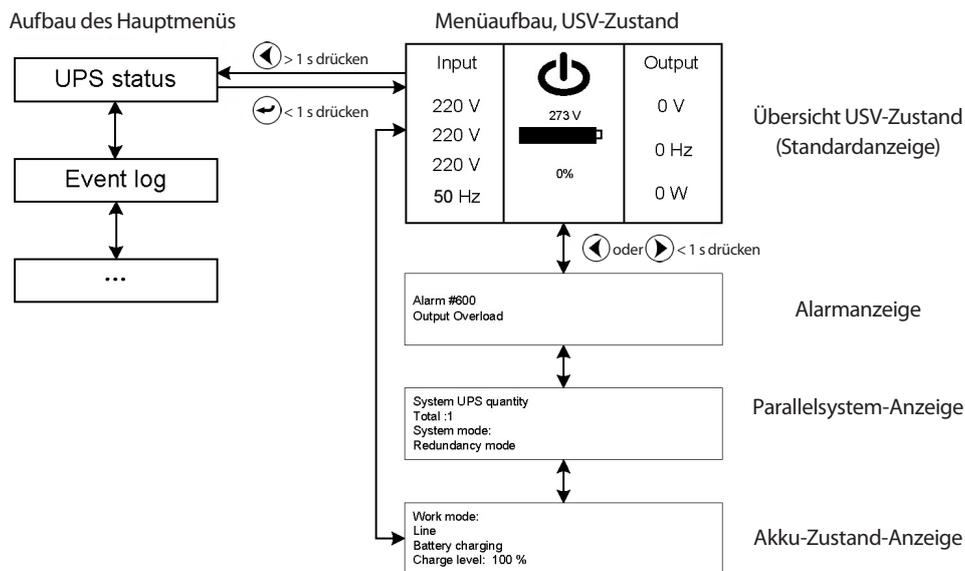

Abb. 34. Anzeigen, USV-Zustand (UPS status).
- Der Inhalt des USV-Zustand-Menüs ist der gleiche des Hauptbildschirms (siehe Abb. 34).